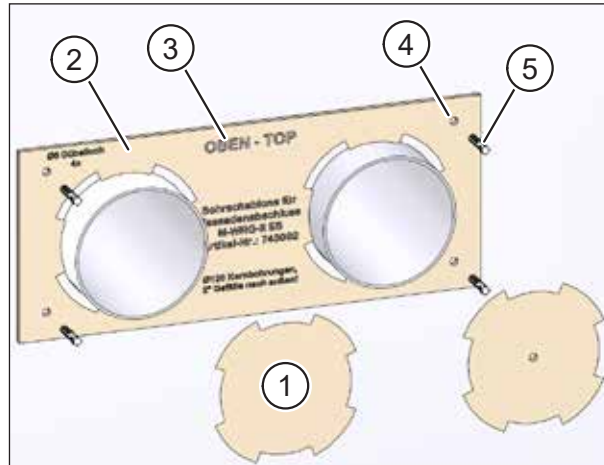

Abb. 11: Bohrungen anbringen
- ▶ Drücken Sie die vorgestanzen Ausschnitte (Pos. 1 in Abb. 11) für die Lüftungsrohre aus der Bohrschablone (Pos. 2 in Abb. 11).
- Beachten Sie den Aufdruck „OBEN“ (Pos. 3 in Abb. 11) auf der Bohrschablone.
- ▶ Bohren Sie mit dem 6 mm Steinbohrer vier Löcher mit ca. 40 mm Tiefe an den in der Bohrschablone gekennzeichneten Stellen (Pos. 4 in Abb. 11) in die Außenwand.
- ▶ Setzen Sie die mitgelieferten vier Dübel (Pos. 5 in Abb. 11) in die Bohrungen ein.